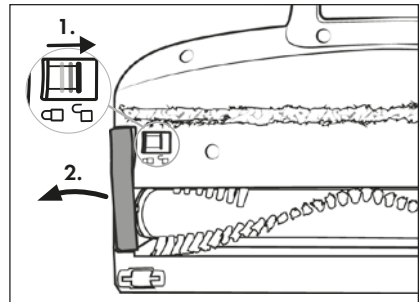

Fig. 24
- 2) Déverrouillez le rouleau brosse **21** en faisant glisser le dispositif de déverrouillage du rouleau brosse **19** avec le doigt vers le symbole  (ouvert). Retirez alors le support pour rouleau **20** de la brosse de sol **22** (voir fig. 24).